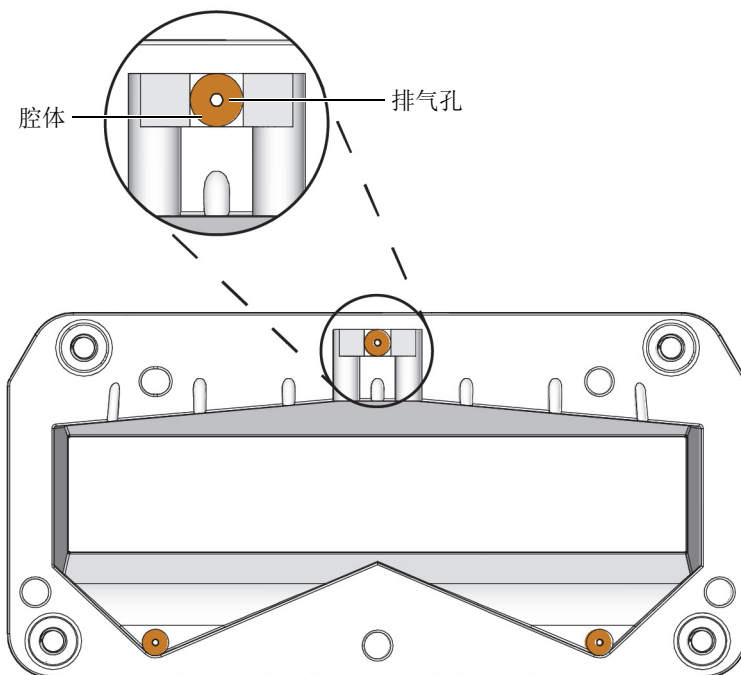

图 5-4 延迟块的排气孔
延迟块的三个腔体和排气孔可能会堵塞并需要清洁（参见第72页的图 5-4）。
4. 清洁空腔，方法是刮擦侧面和底部并清除任何碎屑（参阅第72页的图 5-4）。